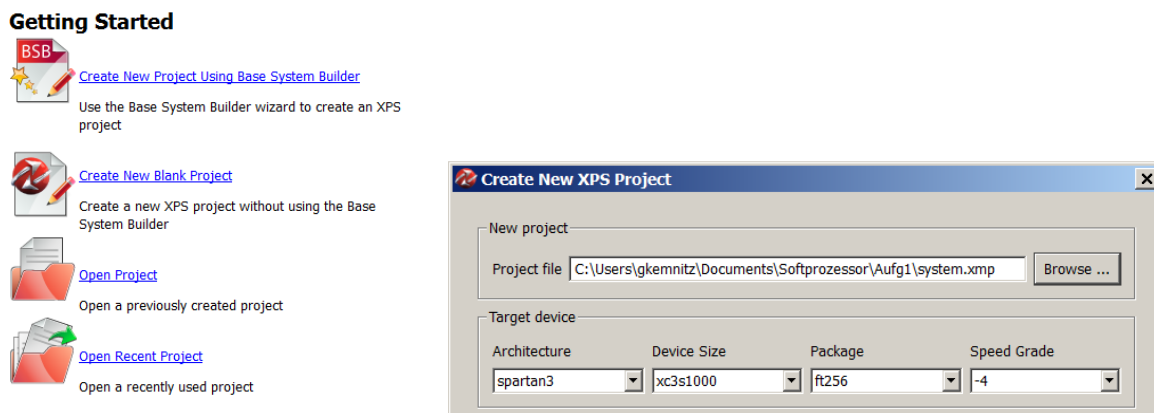

Abbildung 2: Anlegen eines neuen Projekts
- Auswahl »Create New Blank Project« (Abb. 2 links). Weiter mit »OK«.
- Festlegung des Arbeitsverzeichnisses für das Projekt über »Project file« ▷ »Browse« und Auswahl des programmierbaren Logikschaltkreistyps, für die Praktikumsbaugruppen: »spartan3«, »xc3s1000«, »ft256« und »-4« (Abb. 2 rechts¹).